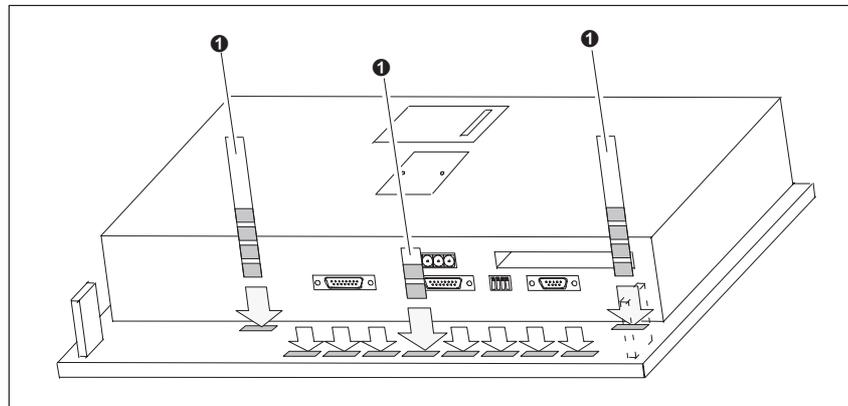

Figura 16-3 Inserimento delle etichette di siglatura
3. Inserire le nuove etichette ①, con la siglatura verso il basso, nelle feritoie sul lato posteriore della piastra frontale (vedi figura 16-3).